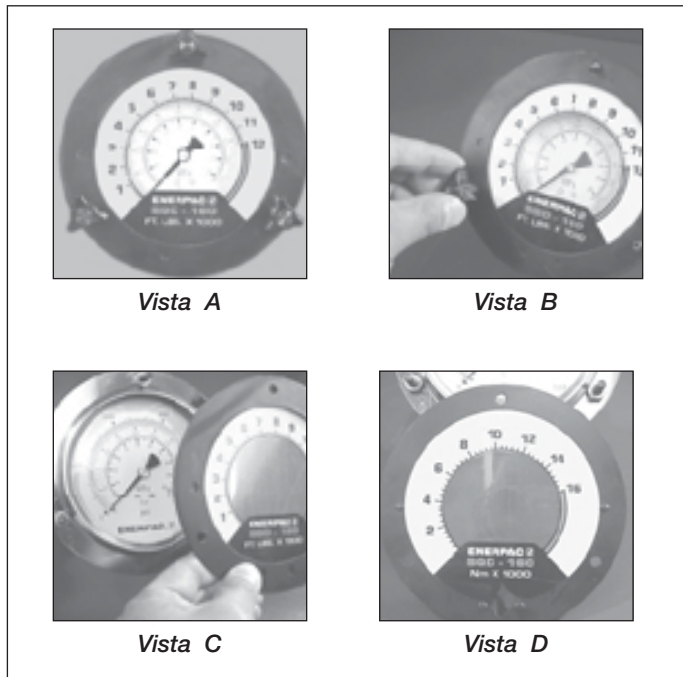

Figura 8, Instalación de la cobertura
La bomba tiene un manómetro instalado. Para su practicidad, se proporcionan coberturas de la llave con cada bomba. Una cobertura de la llave encaja sobre la esfera del manómetro y convierte fácilmente las lecturas de presión a lecturas de llave (véase Figura 8, vista A). La cobertura presenta unidades imperiales (lb-pies) en un lado y unidades métricas (Nm) en el otro. Para cambiar las escalas, simplemente dé vuelta la cobertura.
1. Retirar los tres botones negros que mantienen en su lugar a la brida frontal del manómetro (véase Figura 8, vista B).
2. Retirar la brida frontal y la cobertura (véase Figura 8, vista C).
3. Insertar una nueva cobertura (recordar la verificación del uso de la cobertura correcta para la llave dinamométrica de Enerpac) en la brida, alineando la cobertura con las muescas en la parte posterior de la brida (véase Figura 8, vista D).
- Al mantener la cobertura por detrás de la brida (véase Figura 8, vista C), insertar la brida en los tornillos de los botones, ubicando nuevamente la cobertura (según sea necesario) y asegurar los botones apretando con las manos (véase Figura 8, vista B). La brida presionará la cobertura hacia el manómetro y lo ajustará en su lugar. Consultar las instrucciones de la llave dinamométrica para obtener la cantidad de presión necesaria para producir el par deseado. Tener en cuenta que la presión máxima varía según las diferentes llaves y accesorios.